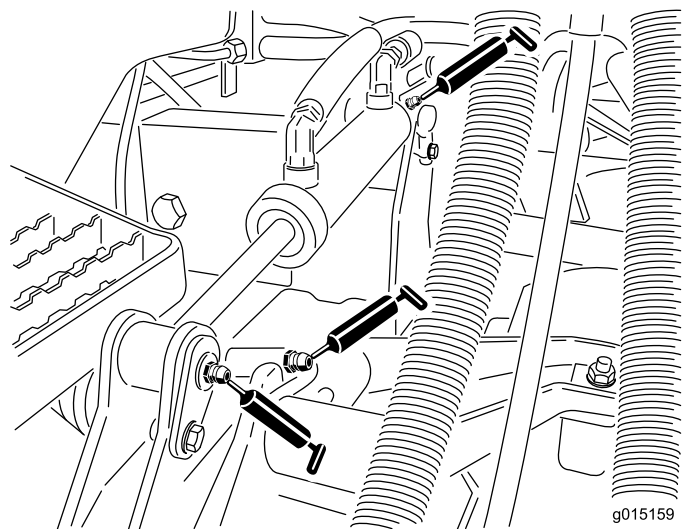

図 50
- 昇降アームのブッシュカッティングユニット 1 台に 1ヶ所 図 50
- 昇降シリンダのブッシュカッティングユニット 1 台に 2ヶ所 図 50